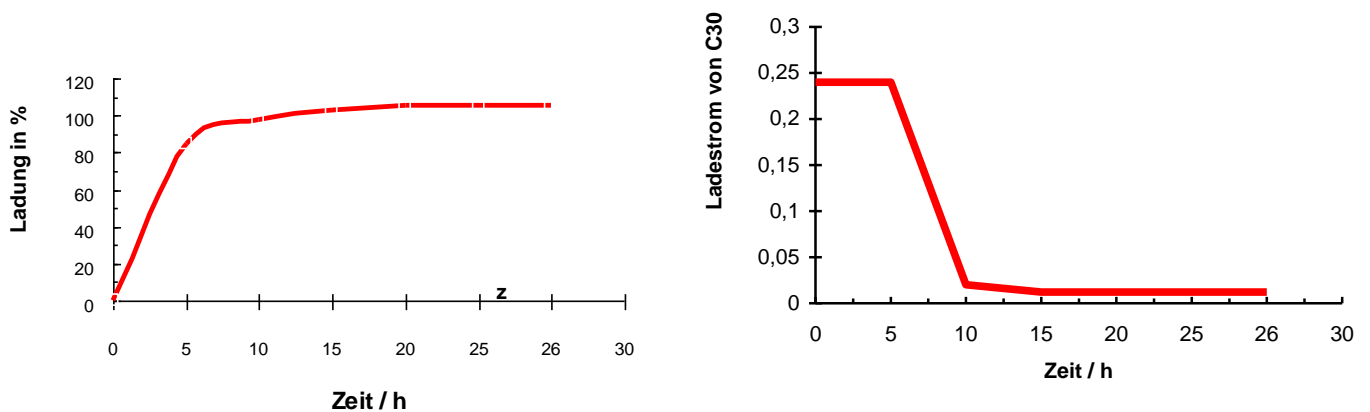

Abb.1 Ladung mit 0,3C A- Limit
- i. Lade-End- Zustand (Bereitschaft) 2,27-2,30 V/Zelle bei 25°C (Abb.1)